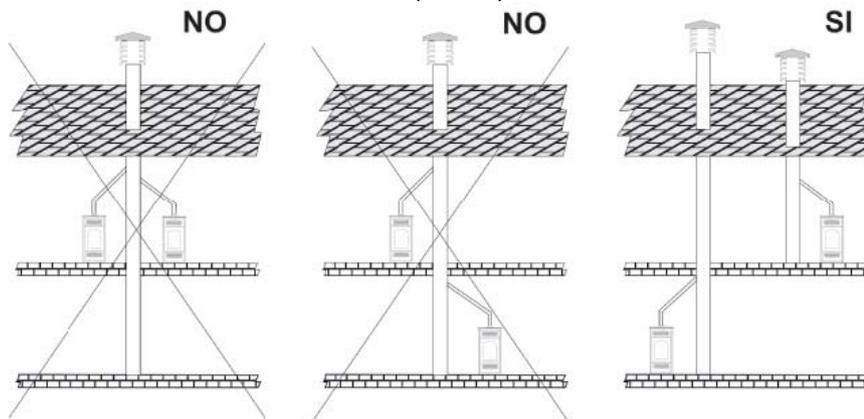

Fig 1
-Er darf nicht mit einem anderen Kamin, Ofen, Heizkessel oder Dunstabzugshaube verbunden sein (Abb. 1).